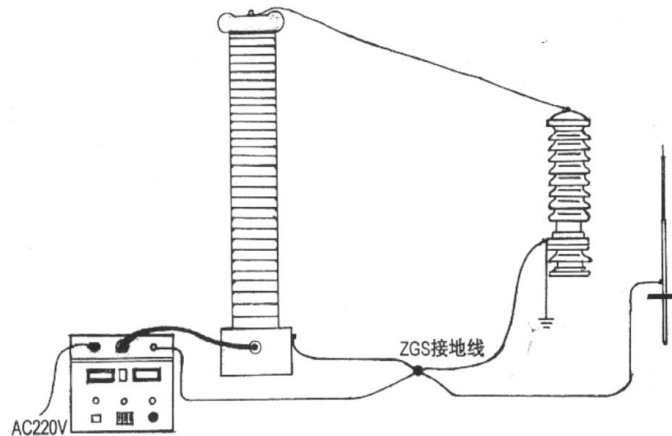

图 4 试验回路接地线示意图
● 试验前请检查试验器控制箱、倍压筒和试品的接地线是否接好。试验回路接地线应按本说明书（图 4）所示一点接地。
4.1.2 将倍压筒从机箱中取出放置到合适的安全位置，分别联接好电源线、电缆线和接地线。保护接地线与工作接地线以及放电棒的接地线均单独接到试品的地线上(即一点接地)。严禁各接地线相互串联。为此，应使用专用接地线。(见图 4)上。
3、接线图见图 4 试验回路接地线示意图